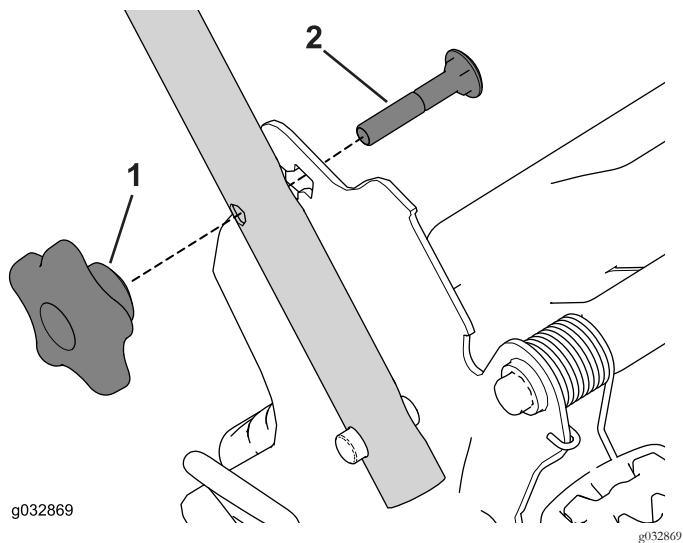

Figura 8
4. Inserite il bullone a testa tonda (con la testa del bullone rivolta verso l'interno) attraverso il foro quadrato superiore o inferiore nella staffa della stegola e il foro superiore nell'estremità della stegola (Figura 8).